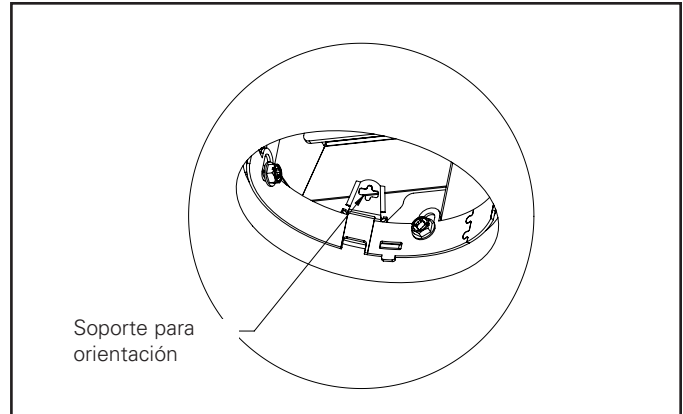

Figura 13B
2. Gire el mecanismo hasta la posición deseada mediante el uso del soporte para orientación y el destornillador (Figura 13B). Apriete el tornillo de mariposa.
6. Apunte el mecanismo 180 grados desde el conductor utilizando un destornillador Phillips (consulte la Figura 13B).